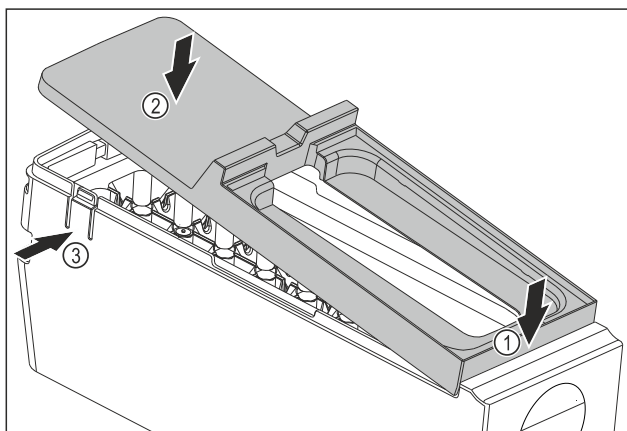

Fig. 92
- ▶ Montáž krytu korpusu EasyTwist-Ice: Nasadte kryt na přední stranu. Fig. 92 (1)
- ▶ Spusťte kryt vzadu dolů. Fig. 92 (2)
- ▷ Kryt slyšitelně zaklapne v obou lamelách Fig. 92 (3).